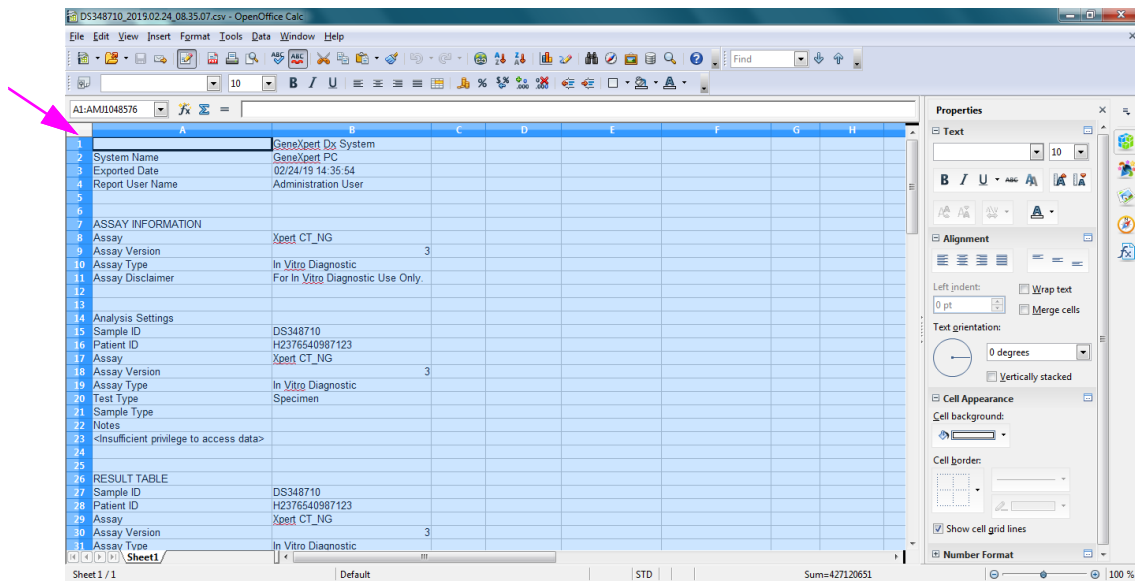

Figura D-5. Todas las celdas seleccionadas
6. Tras hacer las selecciones, haga clic en **OK (Aceptar)**. Se mostrará el archivo .csv. Consulte la figura D-5.
7. Una vez abierto el archivo, haga clic en la esquina superior izquierda de la hoja de cálculo para resaltar todas las celdas, como se muestra en la figura D-5.